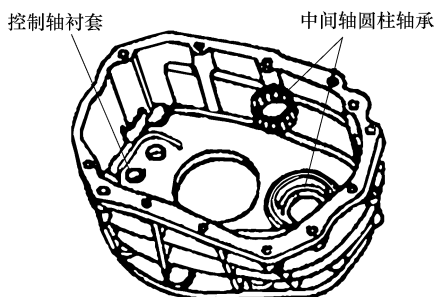

图 3-74 中间轴圆柱轴承
1) 如图 3-74 所示, 中间轴圆柱轴承由两部分组成, 拆解时, 冲压外圈拆解不下来, 它与箱体过盈配合, 只能取出圆柱滚子轴承。